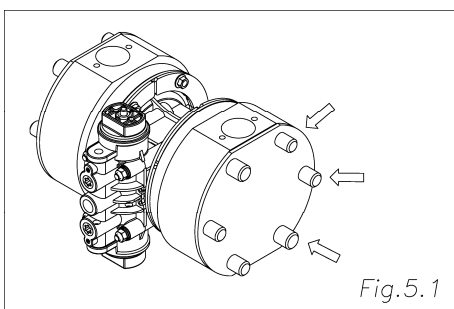

Fig. 5.1
- ・キャップ、タイロッドおよびナットを外し、補助板、アウトチャンバーを取り外す。[Fig.5.1]